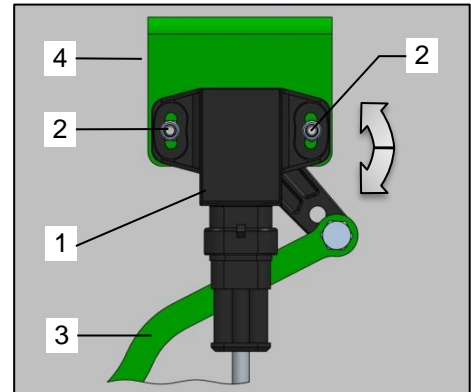

Bild 90: Winkel-Sensor
- Lösen Sie die beiden Muttern (Bild 90 / Pos.2) am Sensor (Bild 90 / Pos.1).
- Verdrehen Sie den Sensor (Bild 90 / Pos.1), bis das Terminal den Wert 0% bei der jeweiligen Funktion des Sensors anzeigt.
- Ist der Wert erreicht, halten Sie den Winkel-Sensor in dieser Position und ziehen Sie die beiden Muttern (Bild 90 / Pos.2) unter Berücksichtigung des maximalen Anzugsmoments wieder an.